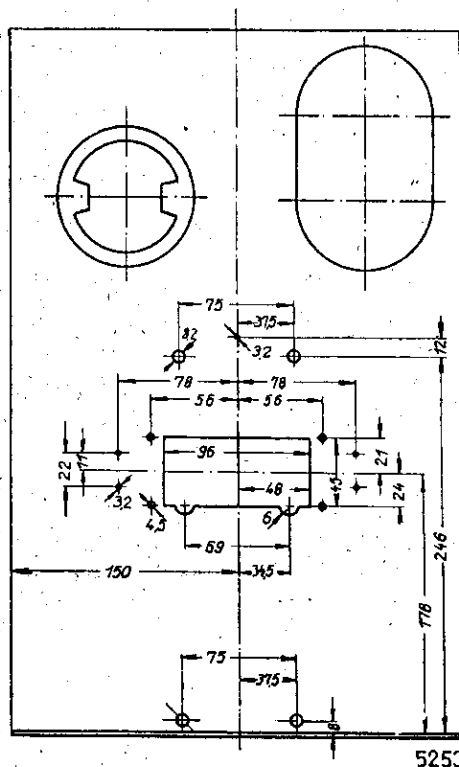

Abb. 6. Maßskizze für den Durchbruch der Me-Platte
1. Durchbruch für Me-Buchsenplatte an der Stirnseite unter dem Bedienungsgerät herstellen (Abb. 6...8b). Hierzu:
Durchbruch und Bohrungen sind nach Abb. 6 bzw. Schablone herzustellen.